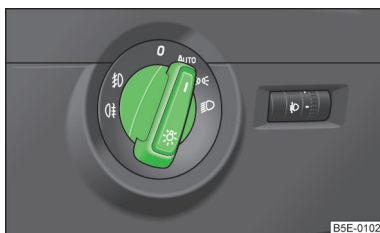

Fig. 30
- ✓ Comutatorul de lumini se află în poziția 0 sau AUTO » fig. 30 la pagina 59.
Dacă comutatorul de lumini se află în poziția **AUTO** » **fig. 30**, lumina de poziție și lumina de întâlnire, precum și lămpile numărului de înmatriculare se activează, respectiv dezactivează automat.
- Rotiți comutatorul de lumină în poziția **AUTO** » fig. 30 la pagina 59.